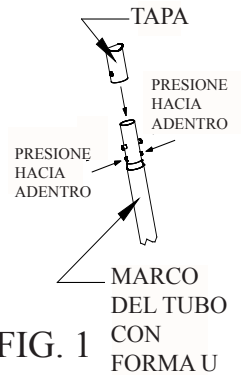

FIG. 1
2. Ubique los cuatro tubos de metal (Vigas Horizontales) para las secciones izquierda y derecha de soporte del marco. También ubique los cuatro marcos de Tubos en Forma de U. Cada extremo del Tubo en Forma de U tendrá una Tapa para ser instalada. Ubique las 8 Tapas del Tubo e instale, presione los botones mientras inserta la Tapa en el extremo del tubo. Mire a través de los orificios en la Tapa mientras la instala y ligeramente gire la Tapa hasta que los botones se alineen con los orificios y se boten hacia arriba, asegurando la Tapa en el extremo del tubo. FIG. 1. Ahora coloque dos de los Tubos en Forma de U en cada lado de la alberca cerca de los alerones rectangulares.
- Asegurese de que los ensambles del drenaje estén conectados con seguridad y la tapa este en su lugar. Conecte ambas conectores de la pared de la Alberca (16) del interior de la alberca usando dos enchufes apropiados de la pared (20).
- Ahora, a medida que usted continúa llenando, el anillo inflado se levantará conforme se vaya llenando con el agua. Llene la alberca a la profundidad demostrada. El nivel del agua debe estar cerca del fondo del anillo, como se muestra en la FIG. 1. Una vez que se haga esto, vuelva de nuevo al filtro "Sistema de Filtro de la Alberca" en el manual del propietario, y continúe con el paso "D" por medio del resto de la instalacion.